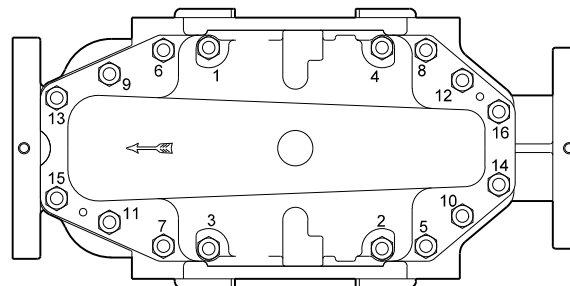

Рис. 3 Последовательность затягивания для винтов поз. 26с
4. Удалить рым-болт, затем установить винт вентиляционного клапана (17).
5. Установить винты (26с, 26д) и затянуть их, но не до конца, в последовательности, показанной на рис. 3.
6. Затянуть винты (26с, 26д) с требуемым крутящим моментом. См. раздел 2.3.1 Моменты затяжки. Последовательность затягивания винтов показана на рис. 3.